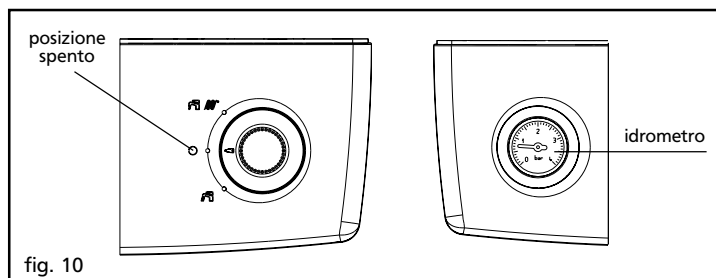

fig. 10
- posizionare il selettore di funzione posto sul pannello comandi sulla posizione O (spento) (fig. 10)
- portare la leva del rubinetto di entrata acqua fredda sulla posizione "caricamento" (fig. 11) fino a che l'idrometro, posto sul pannello comandi (fig. 10), indica valori di pressione compresi tra 1,5 e 2 bar.
- spegnere la caldaia posizionando il selettore di funzione posto sul pannello comandi sulla posizione O (spento) (fig. 10)